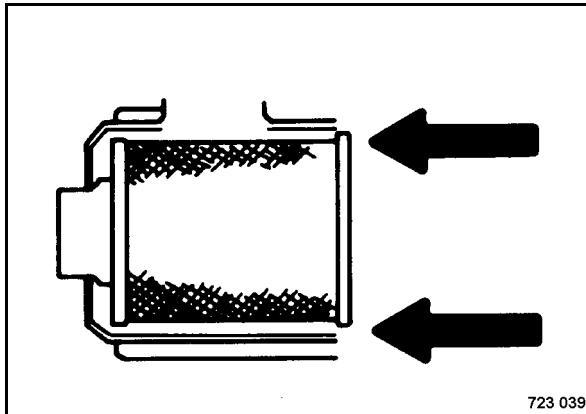

Fig. 156
- Instalar el elemento filtrante principal (Fig. 156).